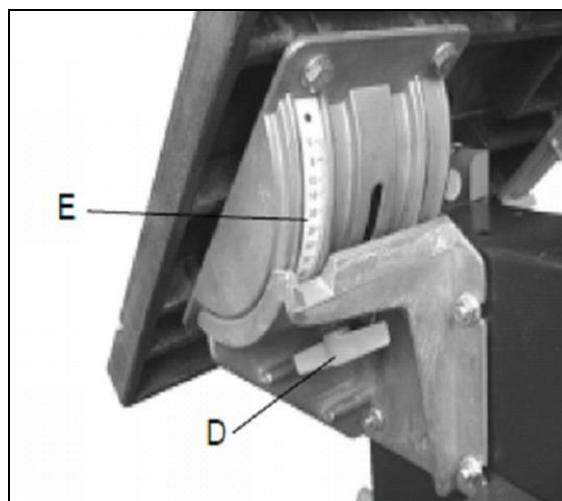

Fig 31
Desserrer l'écrou papillon (D, Fig 31) et incliner la table selon la graduation (E).